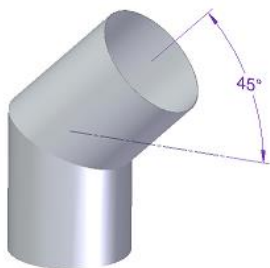
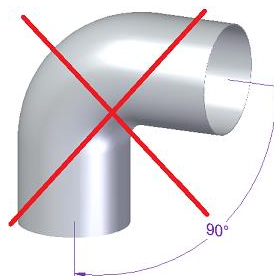

Figura 24 - Inclinação correta para as curvas
Figura 25 - Inclinação incorreta para as curvas
* Nas condições nominais de operação, a tiragem dos gases de combustão deve originar uma depressão de 12 Pa um metro acima do gargalo da chaminé. Para conseguir uma boa instalação deverão ser aplicados, verticalmente, pelo menos 2 metros de tubo metálico de chaminé com o mesmo diâmetro da saída de fumos da salamandra. No seguimento desse troço é admissível a utilização de elementos de tubagem com a inclinação máxima de 45°. As Figura 24 e Figura 25 mostram a inclinação correta e incorreta no caso de necessitar instalar uma curva, respetivamente.